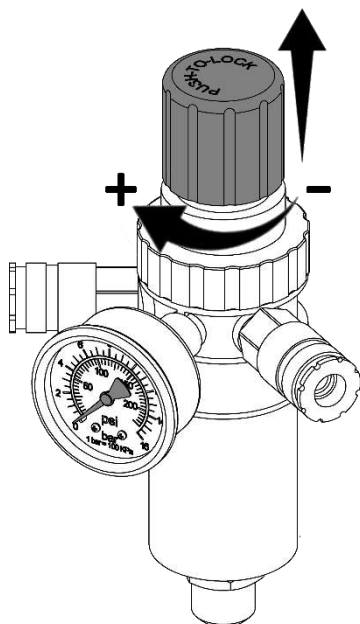

Рисунок 7 - Настройка давления на компрессоре СБ4-150.OLD20×3
7.3.1 Настройка давления в подсоединенных исполнительных устройствах регулятором давления осуществляется следующим образом (рис. 7, 8):